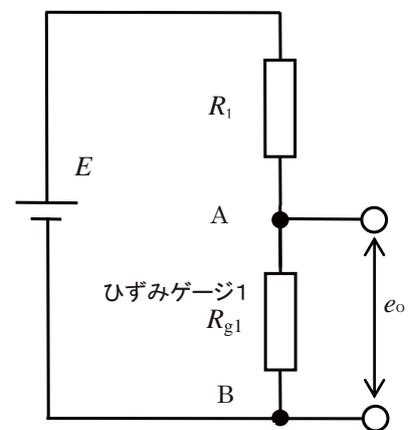

図 2-2
(1) 図 2-2 に示す回路について AB 間の電圧 e_0 を、電源電圧 E 、抵抗 R_1 、ひずみゲージ 1 の抵抗 R_{g1} を用いた式で表せ。ただし、電圧は B を基準とする。
(2) ブレッドボード上に図 2-2 に示す回路を組む。抵抗 R_1 は $1 \text{ k}\Omega$ である。デジタルマルチメータのレンジを直流 2000 mV にして、AB 間の両端の電圧 e_0 を測定せよ。